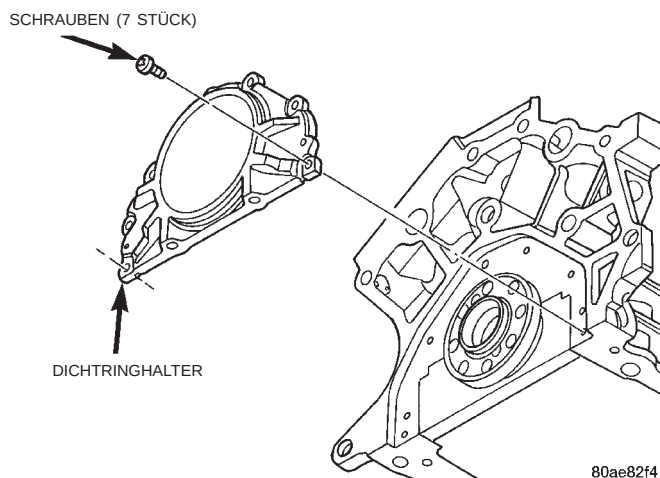

Abb. 67 Wellendichtringhalter
(1) Hinteren Kurbelwellendichtring und Ölwanne ausbauen. Näheres hierzu siehe entsprechende Anleitung in diesem Abschnitt.
(2) Befestigungsschrauben des Dichtringhalters herausdrehen (Abb. 67).
(3) Halter und Dichtung abnehmen (Abb. 67).